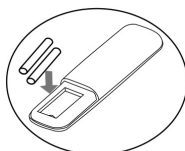

Fig.2
- Sätt in batterierna och notera polaritetetn (Fig. 2).